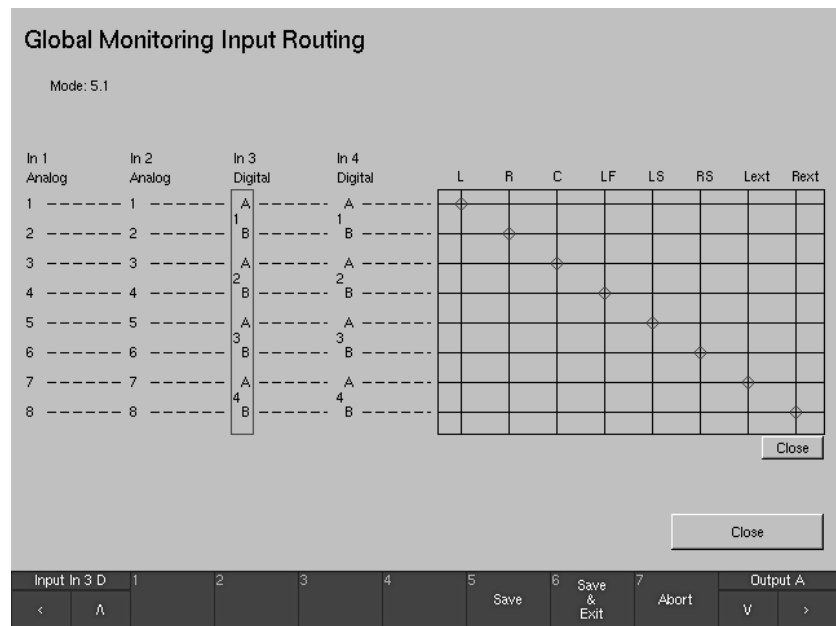
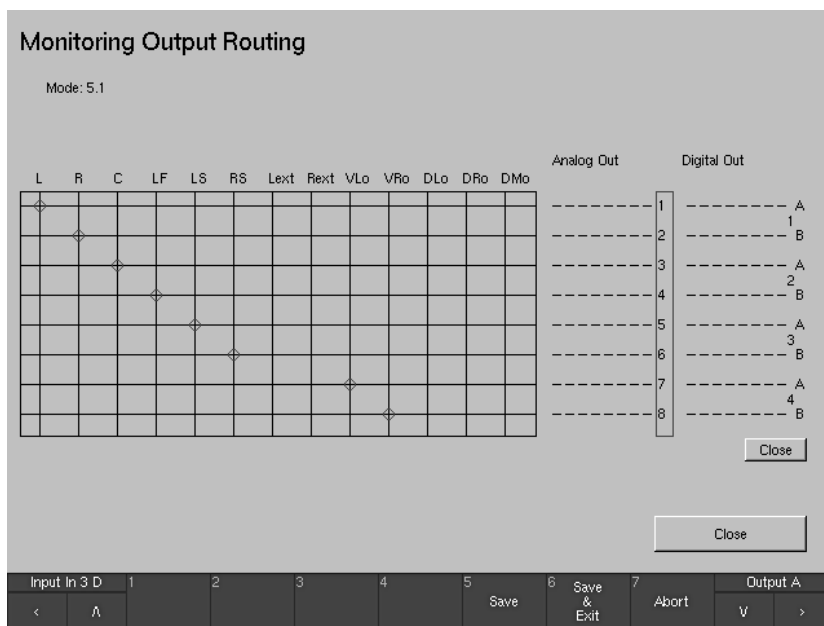

Bild 4-18: Kanaluordnungsmatrix für das „Monitoring Input Routing“
Bild 4-19: Kanaluordnungsmatrix für das „Monitoring Output Routing“
• **„Monitoring Input Routing“** (siehe Bild 4-18)
Diese Schaltfläche öffnet eine weitere Menüseite mit der Routing-Matrix, in der den physikalischen Eingängen der Anschlüsse „Monitoring In 1 Analog“, „Monitoring In 2 Analog“, „Monitoring In 3 Digital“ und „Monitoring In 4 digital“ (siehe Abschnitte 2.3.9. bis 2.3.12.) jeweils die internen logischen Kanäle L, R, ... zugeordnet werden können (siehe Bild 4-18 auf der nächsten Seite). Zur Verfügung stehen im:
- **„Monitoring Output Routing“** (siehe Bild 4-18)  Diese Schaltfläche öffnet eine weitere Menüseite mit der Routing-Matrix, in der den internen logischen Kanälen L, R, ... die physikalischen Ausgänge der Anschlüsse „Monitoring analog Out“ (siehe Abschnitt 2.3.13.) und „Monitoring digital Out“ (siehe Abschnitt 2.3.14.) zugeordnet werden können (siehe Bild 4-19). Zur Verfügung stehen im: